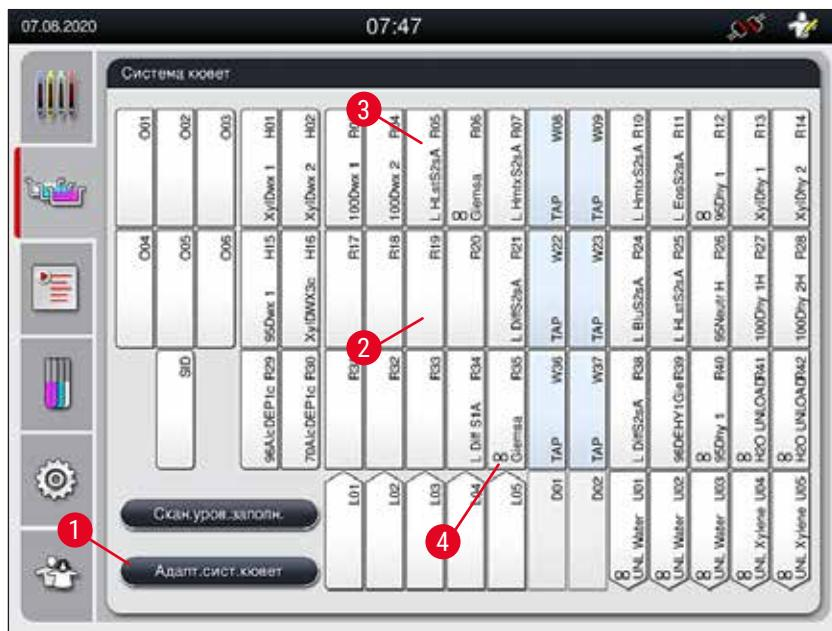

Рис. 61
1. В окне системы кювет (→ "Рис. 61") нажмите кнопку **Адапт.сист.кувет** (→ "Рис. 61-1").
- Чтобы переместить станции с реактивами, выбирайте их по отдельности на схеме заполнения системы кювет (→ "Рис. 61") прикасаясь к ним, после чего перетаскивайте их на свободную позицию на панели (→ "Рис. 64-1").